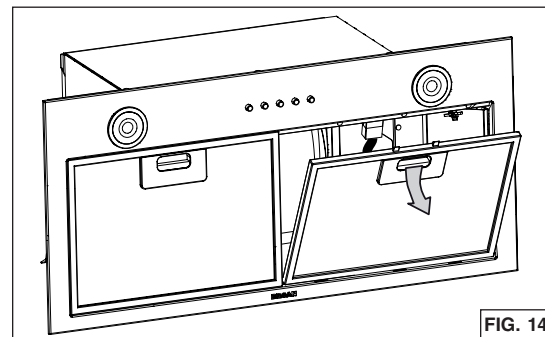

FIG. 14
2. Retirer le(s) filtre(s) à graisses en appuyant sur le loquet et en le(s) basculant vers le bas (FIG. 14). Mettre de côté le(s) filtre(s).